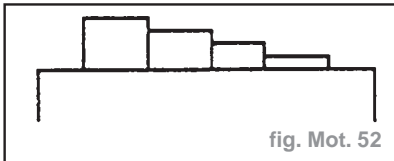

fig. Mot. 52
- le dépassement soit en dégradé du cylindre n°1 au cylindre n°4 ou vice versa (fig. Mot. 52).